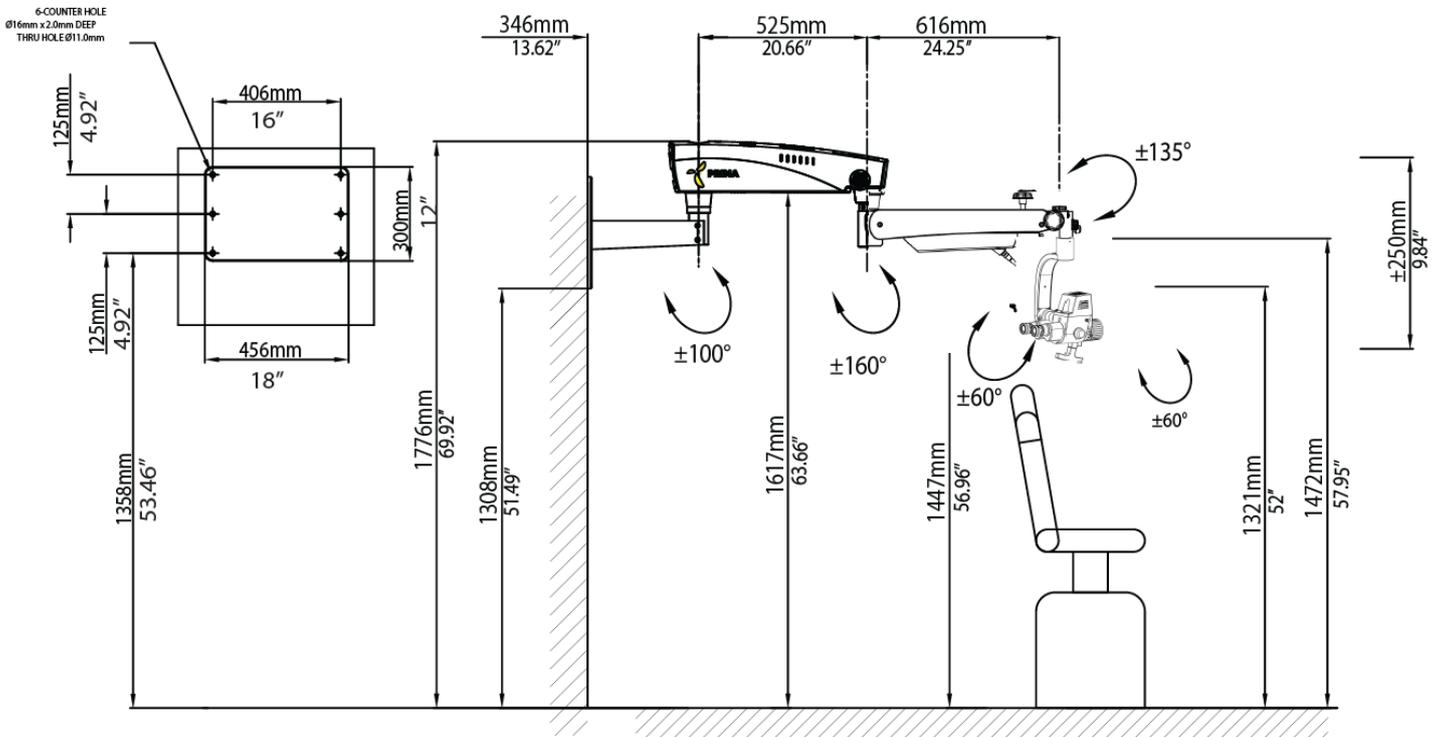

Abb. 13
- C. Abstand vom Boden – Siehe geeignete Höhe gemäß bestellter Konfiguration aus Abbildung 13,14.